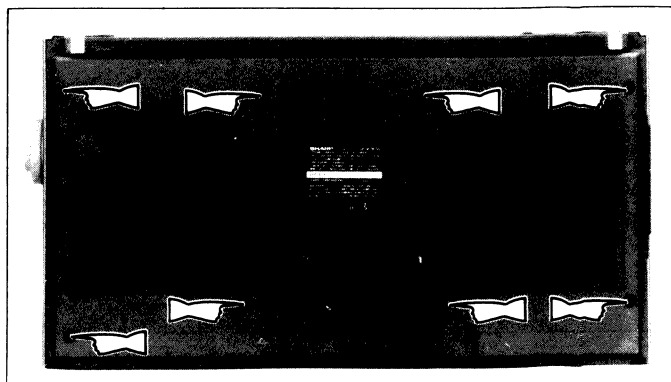

Figure 4-3 Abbildung 4-3
2. Remove eight screws, at the rear of the set, retaining the front cabinet, and push the eject button to open the cassette holder. Lift the front cabinet up and detach. (See Fig. 4-3.)
2. Die acht Schrauben, die das Vordergehäuse befestigen halten, auf der Rückseite des Gehäuses entfernen und die Auswurf Taste zum Öffnen des Cassettenfaches drücken. Das Vordergehäuse dann anheben und herausziehen. (Siehe Abb. 4-3.)
2. Déposer les huit vis de l'arrière de l'appareil, retenant le coffret avant et pousser le bouton d'éjection pour ouvrir le porte-cassette. Lever le coffret avant et le détacher. (Voir les Fig. 4-3.)